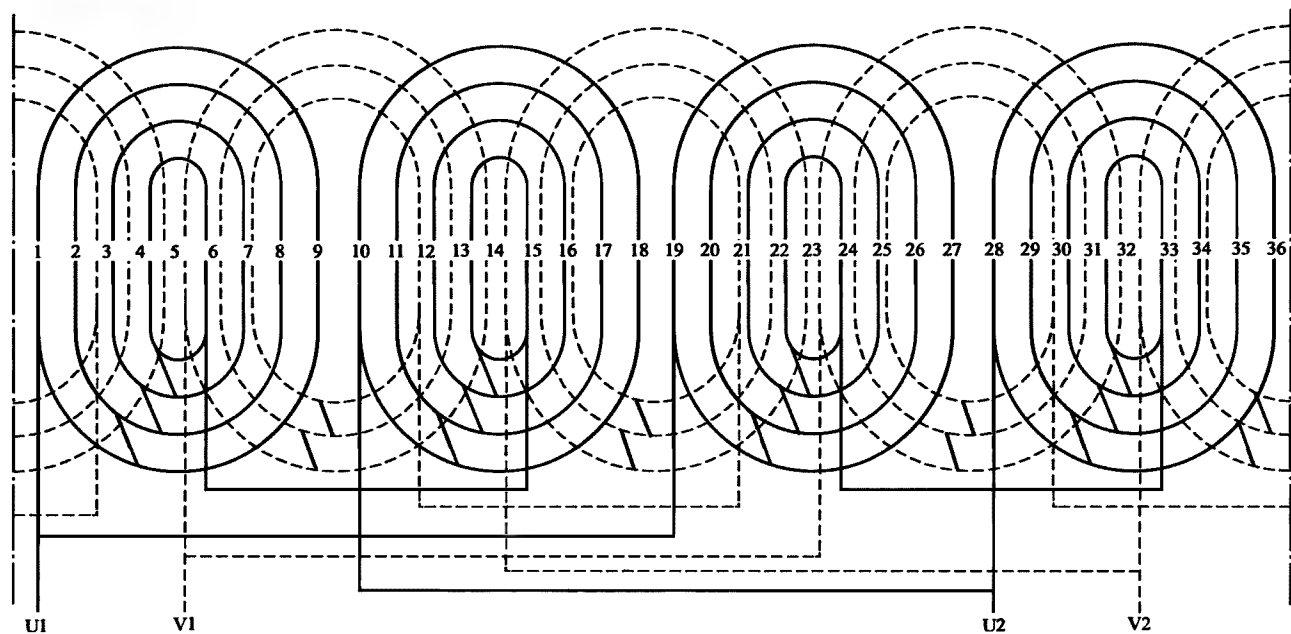

图 4-16 单相 4 极 36 槽正弦绕组 2 路接法展开图
16. 单相 4 极 36 槽正弦绕组 2 路接法展开图 (见图 4-16)